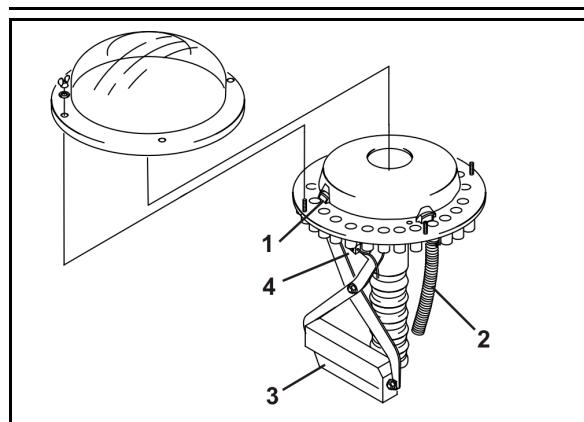

Рис. 62
- устройство переключения техколей закрывает в распределительной головке посредством заслонки (Рис. 62/1) подвод посевного материала к семяпроводам (Рис. 62/2) сошников техколеи;
Подача посевного материала к сошникам техколеи прерывается, как только электромотор (Рис. 62/3) закрывает соответствующие семяпроводы (Рис. 62/2) в распределительной головке.
Датчик (Рис. 62/4) проверяет, надлежащим ли образом работают заслонки (Рис. 62/1), открывающие и закрывающие семяпроводы (Рис. 62/2).